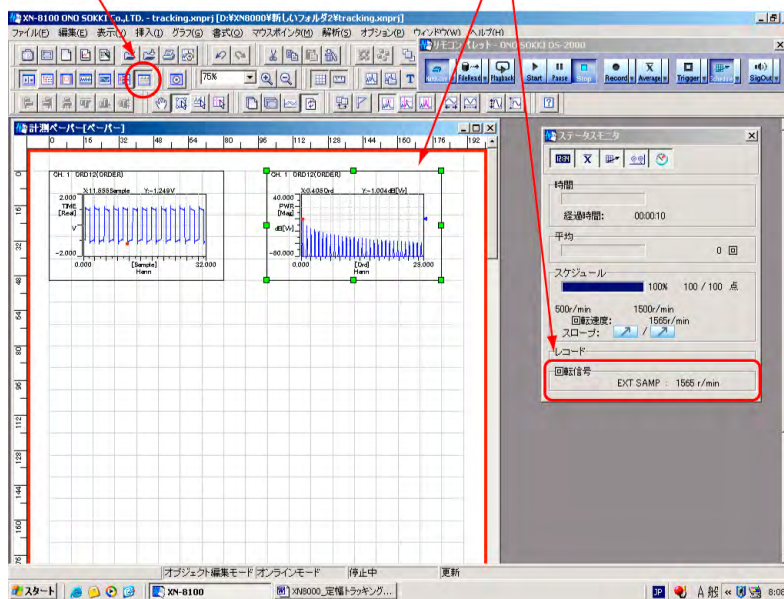

図 11
- ⑨ 【ステータスマニター】ボタンをクリックし [ステータスマニター] ダイアログを開きます。現在の回転速度や後述のスケジュールによるデータ採取の状況が表示されます (図 11)。